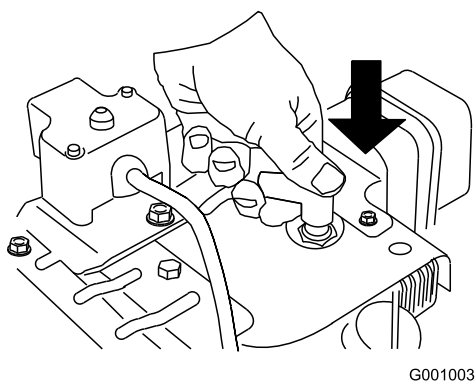

Рисунок 24
1. Присоедините провод к свече зажигания (Рисунок 24).